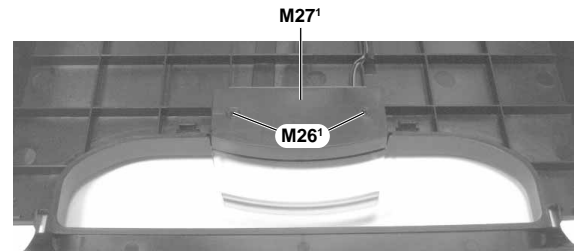

Fig. 8
- 2 Schrauben **M26¹** heraus-schrauben und die Abdeckung **M27¹** abnehmen (Fig. 8).
- Undo 2 screws **M26¹** and take cover **M27¹** off (Fig. 8).